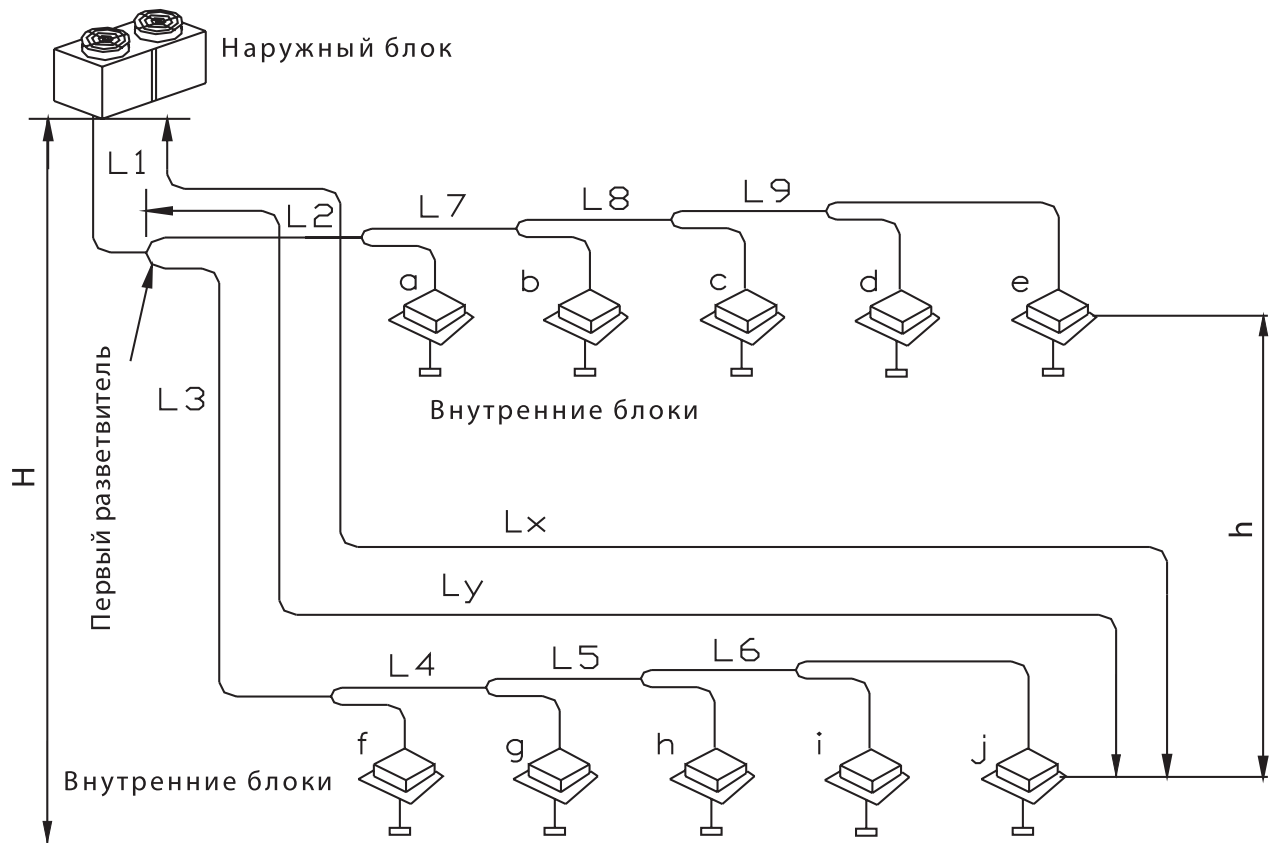

рис.5.1 — Схема межблочной фреоновой трассы
5.3.2 Длина трассы и разность высот для систем с наружным блоком различной мощности в соответствии с рис.5.1 и таблицей 5.5
Параметры трассы для наружных блоков различной мощности в соответствии с табл. 5.5 (см. рис.5.1)